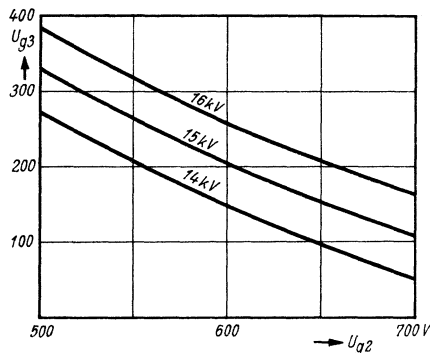

Bild 5. Fokussierspannung U_{g3} als Funktion der Schirmgitterspannung U_{g2} bei der Röhre AW 43-89
a) Schirmgitter- und Anodenspannung (Bild 5). Diese Abhängigkeit ist sehr ausgeprägt und es ist deshalb erforderlich, daß die Betriebsspannungen im einzelnen stabil ausgelegt werden. Da die Änderung von Fokussierspannung, Schirmgitterspannung und Anodenspannung für optimale Fokussierung im gleichen Sinne verläuft, bleibt diese bei Netzspannungsschwankungen im wesentlichen erhalten.